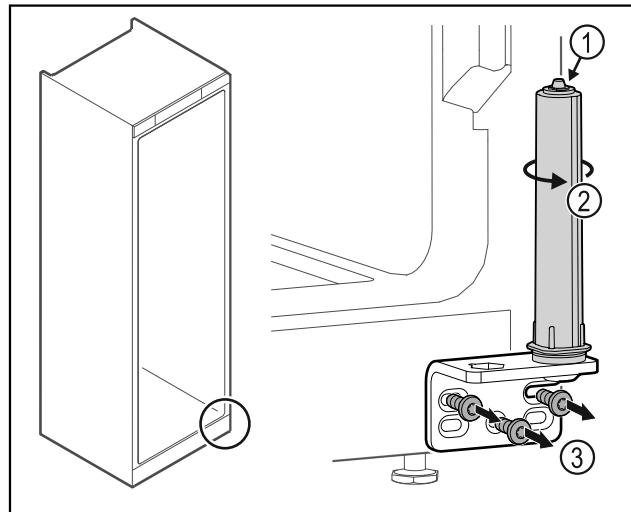

Fig. 34
- Ne razstavite sistema za zaklepanje vrat Fig. 34 (1).
- Obračajte zaporni sistem Fig. 34 (2), dokler ne klikne.
- Odvijte kotnik tečaja vrat Fig. 34 (3).